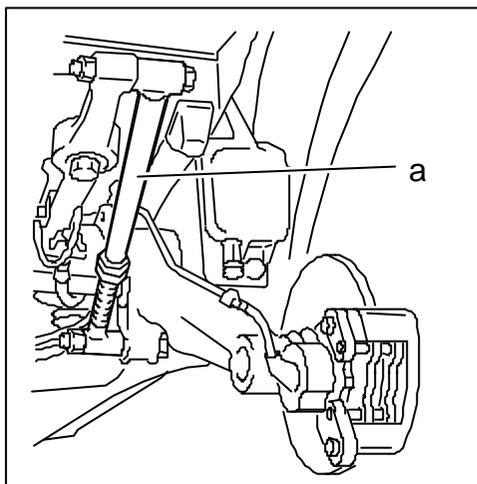

Fig. 1
- Positionner le bras par rapport à la caisse à l'aide de l'outil 4502-TA (Rep. a, Fig. 1) après l'avoir réglé à la bonne longueur.